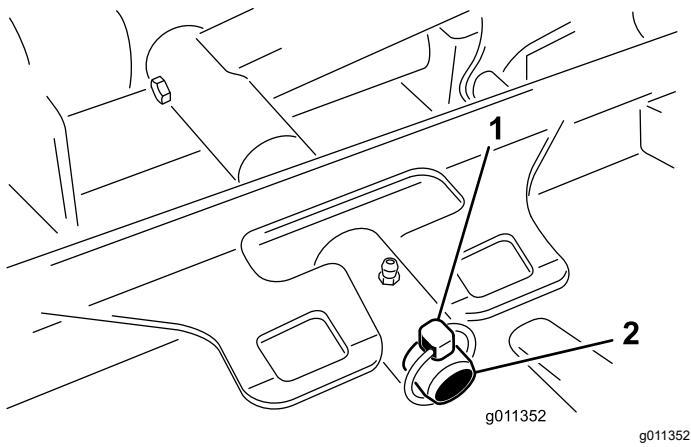

Рисунок 86
3. Снимите штифт с кольцом (на машинах Groundsmaster 4500) или крепежную гайку (на машинах Groundsmaster 4700), с помощью которых несущая рама режущего блока крепится к оси поворота подъемного рычага (Рисунок 86).
- Наденьте несущую раму режущего блока на ось поворота подъемного рычага (Рисунок 86). Закрепите режущий блок на оси с помощью штифта с кольцом (на машинах Groundsmaster 4500) или крепежной гайки (на машинах Groundsmaster 4700).